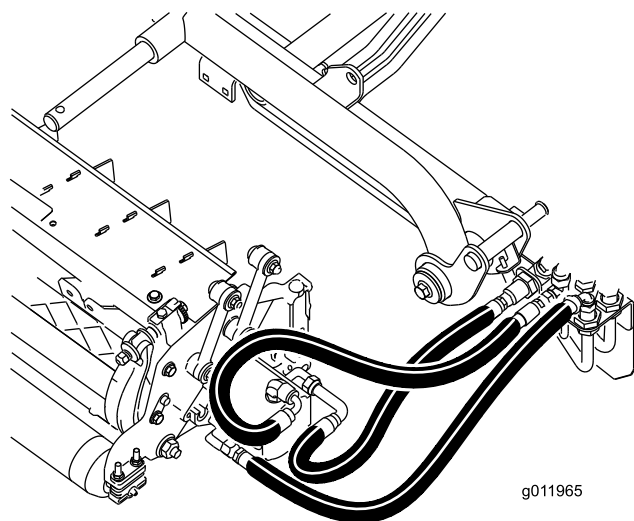

Figura 22
**Importante:** Assicuratevi che nessun flessibile sia torto, piegato o strozzato e che i flessibili dell'apparato di taglio posteriore siano posizionati come illustrato nella (Figura 22). Sollevate gli apparati di taglio e spostateli a sinistra (modello 03171). I flessibili dell'apparato di taglio posteriore non devono venire a contatto con la staffa del cavo di trazione. Se necessario, riposizionate i raccordi e/o i flessibili.